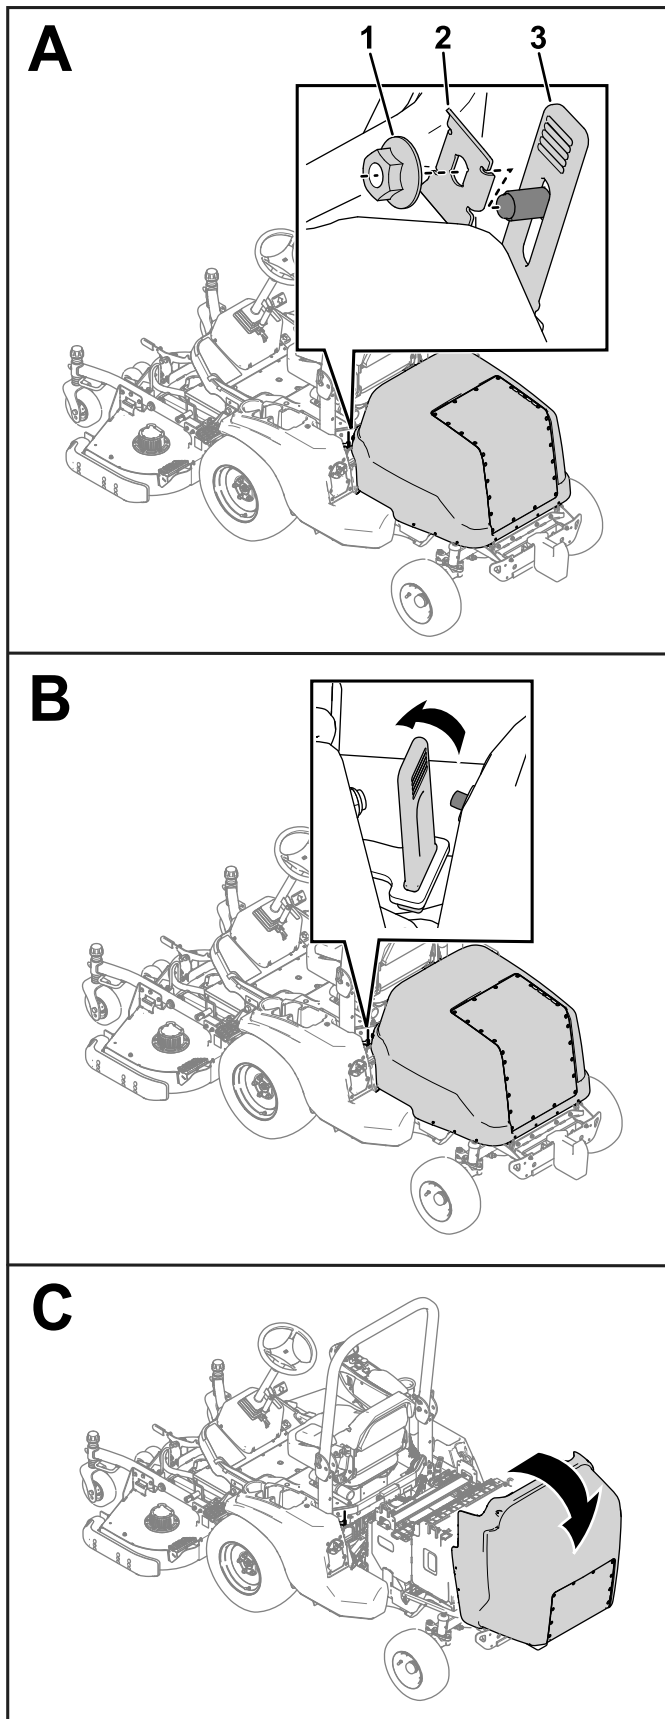

Figure 42
1. Retirez les écrous et les protecteurs des attaches (Figure 42) de chaque côté du capot.
2. Détachez les attaches de chaque côté de la machine (Figure 42).
3. Ouvrez le capot (Figure 42).